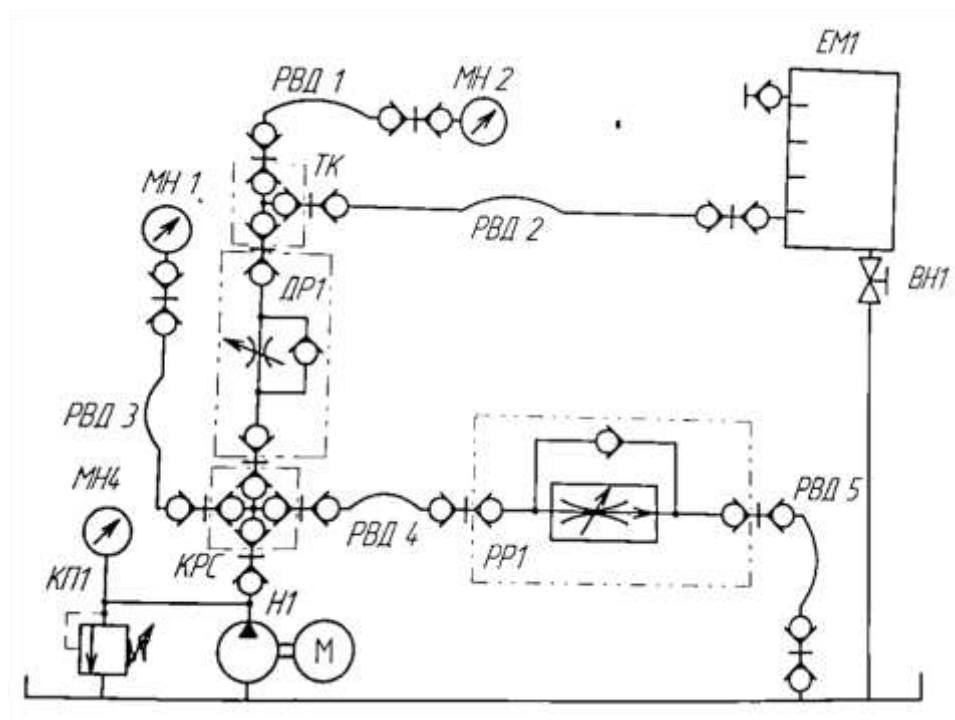

Рисунок 3 – Гидросхема
1. Прочитать гидросхему (рисунок 3). Зарисовать схему в тетрадь, записать принцип работы.